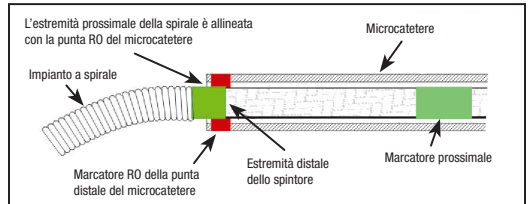

Figura 4: posizione delle bande di marcatura per il distacco
28. Far avanzare la spirale nel sito desiderato finché il marcatore radiopaco sullo spintore non è allineato o leggermente distale rispetto al marcatore RO della punta distale del microcatetere, posizionando la zona di distacco appena fuori dalla punta del microcatetere. Vedere la Figura 4.